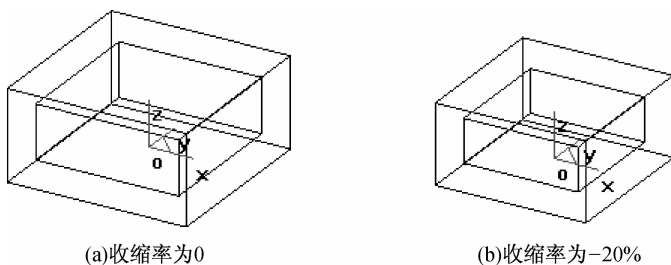

图 3-66 型腔特征
■ 收缩率：放大或缩小的比率。同一物体收缩率为 0 和 -20% 的情况，如图 3-66 所示。